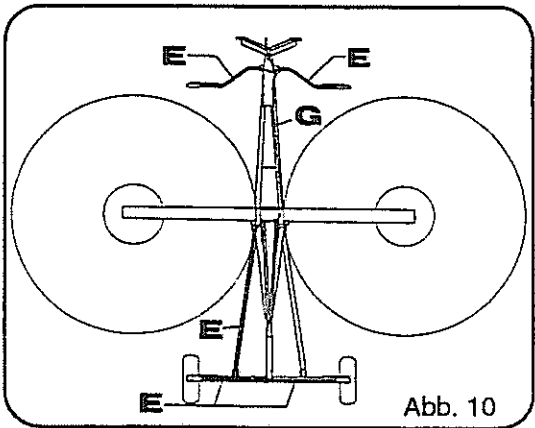

Abb. 10
- Klemmlaschen unterhalb des Rahmens und des vorderen Schutzbügels mit beiliegendem Moosgummi auslegen (Abb. 10, Pos. E).
- Im vorderen Bereich des Rahmens das Kabel an den Hydraulikschläuchen mit Kabelbinder befestigen. (Abb. 10, Pos. G).